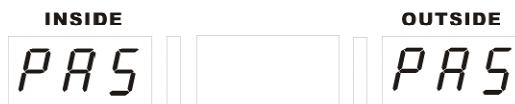

Fig 20
- A informação do mostrador da operação de nova medição ocorre como exibido na Fig 20.